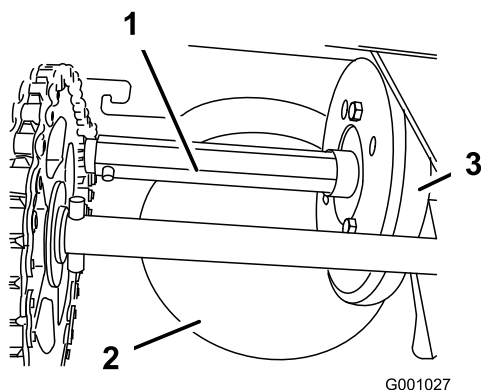

Рисунок 51
Раз в год наносите на шестигранный вал тонкий слой автомобильного двигателя масла (Рисунок 51).
**Внимание:** Не допускайте попадания масла на резиновое колесо и алюминиевый фрикционный диск привода для того, чтобы исключить проскальзывание привода тяги (Рисунок 51).